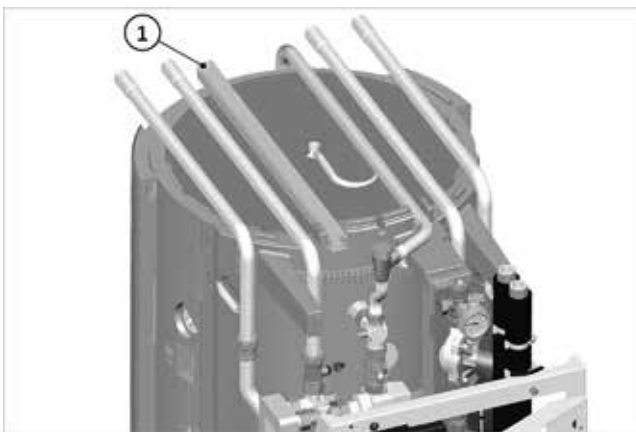

Fig. 44: canalina guida cavi
1. Far passare il cavo Modbus della scatola di distribuzione attraverso il canale passaggio cavi → Fig. 44 (1) che si trova sul coperchio.